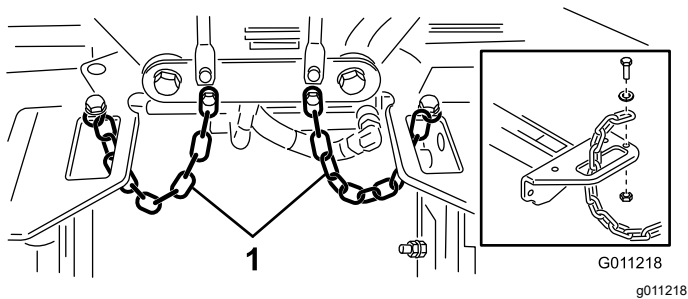

図 22
4. 各キャリアフレームのスロットにチップチェーンを下から上に通し、これらのチェーンをキャリアフレームの上に固定するキャップスクリュー、ワッシャ、ロックナットを使用。図 22。